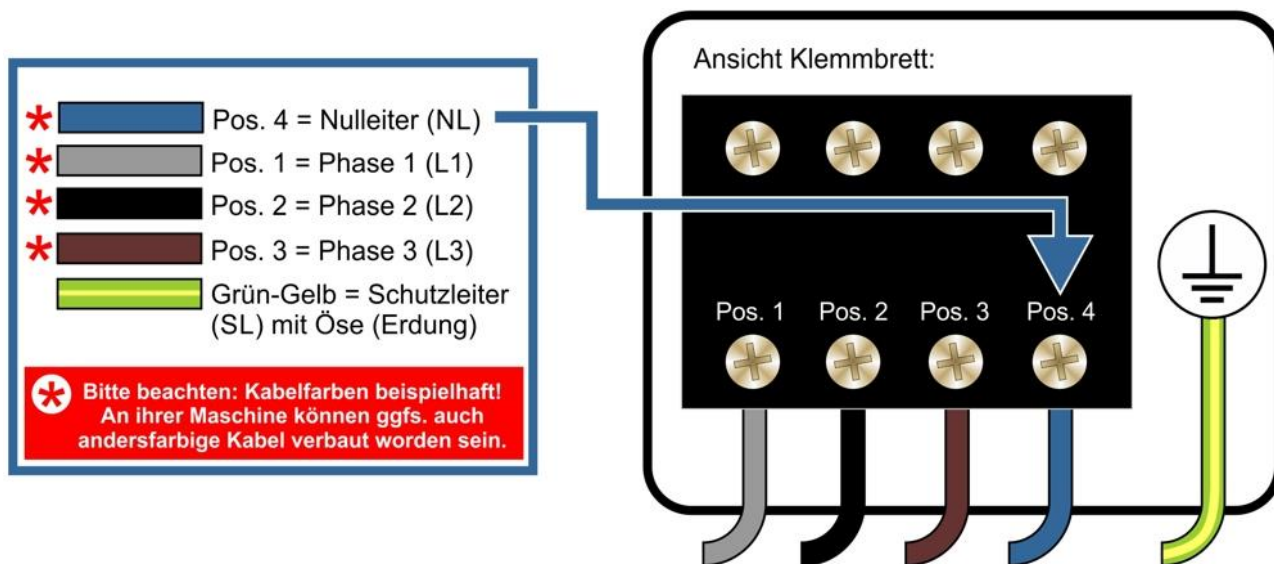
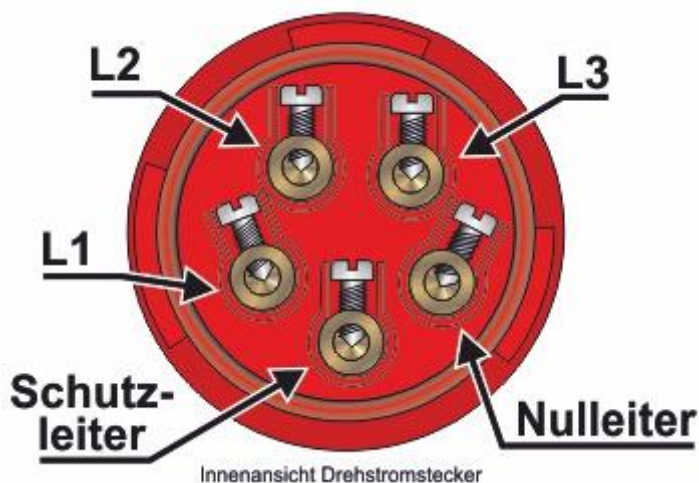

Bild 7.2.1
Bild 7.2.2
1. Kontrollieren Sie an der Position „4“ des Klemmbretts (Bild 7.2.1, „Pos. 4“), welche Farbe das Kabel hat. Dies ist die Farbe des Nulleiter-Kabels. Schließen Sie dieses Kabel an die Nulleiter-Position am Drehstromstecker an (Bild 7.2.2).
Falls kein Hydrauliköl austritt, dann ist der Stecker falsch verkabelt. In diesem Fall tauschen Sie bitte die Phasen „1“ (L1) und „2“ (L2) am Drehstromstecker (Bild 7.2.2). Der Motor sollte nun in die korrekte Richtung laufen und Hydrauliköl fördern.